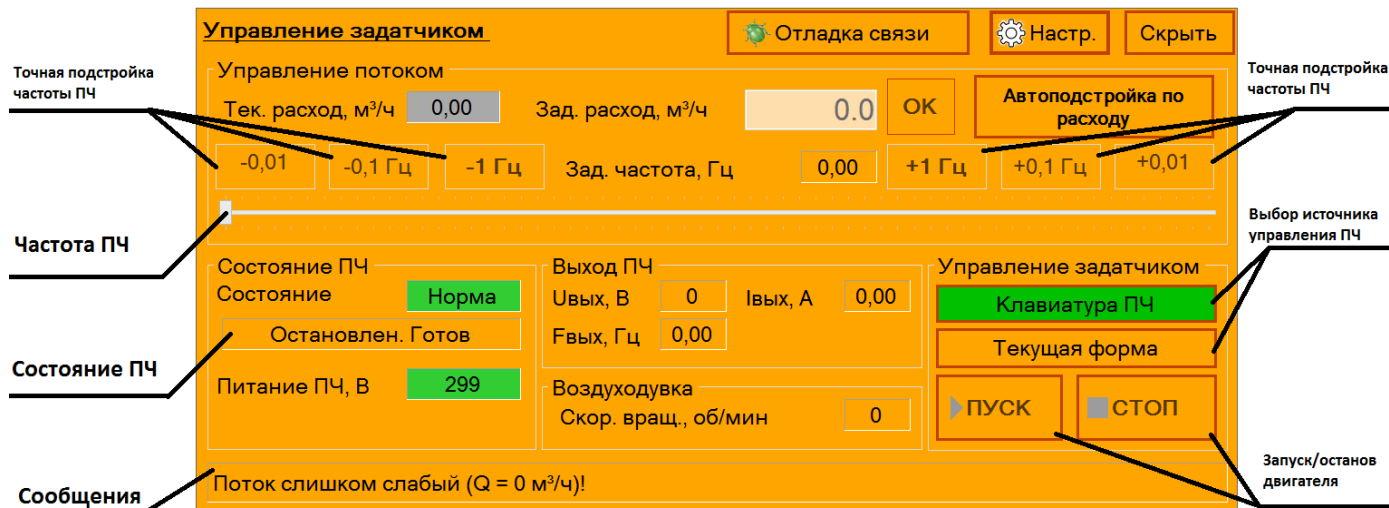

Рисунок 32
2.6.6 Управление задатчиком может осуществляться как с панели задатчика, так и по интерфейсу RS485 из программного обеспечения СПУ-3М с помощью экранной формы «Управление задатчиком» (рисунок 32).